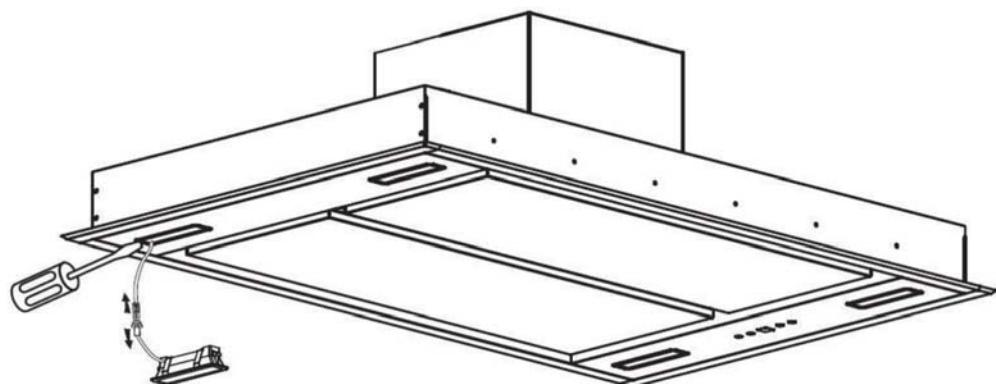

Figura 15
- Inserire un cacciavite a lama nelle feritoie attorno al bordo del corpo illuminante e applicare una pressione per staccarlo ed estrarre, tirando il cablaggio per sostituire la lampadina. Fare riferimento alla figura 15.